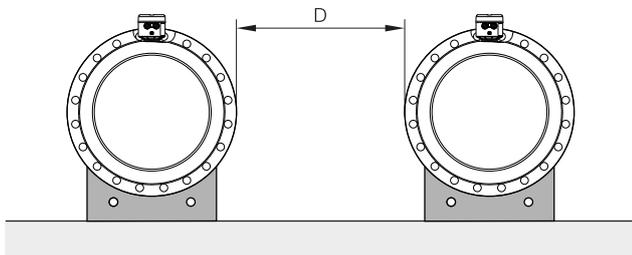

Рис. 20 Минимальное расстояние
- Для предотвращения взаимного воздействия устройств между ними должно соблюдаться минимальное расстояние, как показано на Рис. 20.